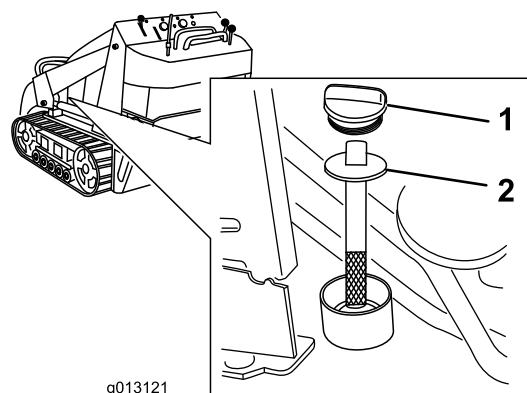

Figura 66
5. Limpie la zona alrededor del cuello de llenado del depósito de fluido hidráulico (Figura 66).
6. Retire el tapón del cuello de llenado y compruebe el nivel de fluido en la varilla (Figura 66).